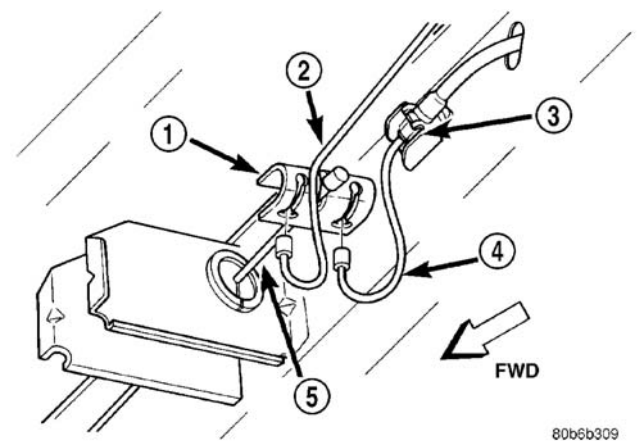
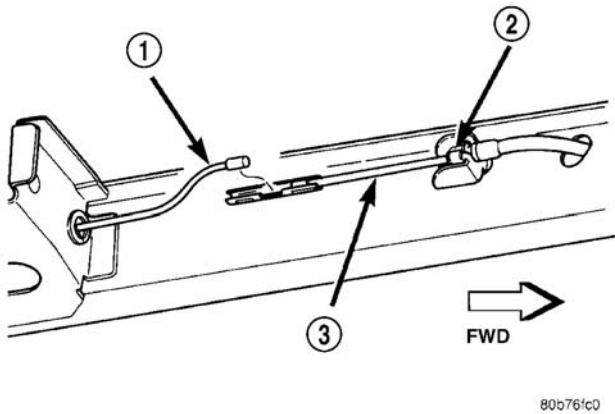

图 111 将停车制动拉线安装到平衡器上
图 112 固定至右侧的中间拉线
- (1) 举升车辆。（参见润滑与保养/举升—标准程序）。
- (2) 手动锁住停车制动杆（踏板）总成的自动自调节机构的张力。（参见 5—制动系统—标准程序）。一旦将拉线从平衡器松开，不要卸下锁定夹钳，直至拉线重新安装完成。
- (3) 从停车制动拉线平衡器上卸下中间停车制动拉线（图 111）。
- (4) 卸下将中间拉线壳紧固到车架纵梁上侧支架上的锁紧螺母（图 111）。
- (5) 从拉线接头上卸下中间停车制动拉线，该拉线接头将拉线与右后停车制动拉线连接（图 112）。卸下将中间拉线壳体紧固到车架纵梁上的侧支架上的锁紧螺母（图 112）。
- (6) 若车辆是短轴距型，必须松开并放下油箱到足够拆卸中间停车制动拉线的位置。（参见 14—燃油系统/燃油箱-拆卸）。
- (7) 从侧支架和车辆上卸下中间停车制动拉线。
(1) 将停车制动拉线的端头通过车架纵梁装入侧支架。
(2) 在拉线的每一端安装锁紧螺母，并牢牢地紧固好（图 111）（图 112）。
(3) 若车辆是短轴距型，必须将油箱装回到正常安装位置。（参见 14—燃油系统/燃油输送/燃油箱—安装）。
(4) 将中间停车制动拉线安装到右后停车制动拉线的拉线接头上（图 112）。